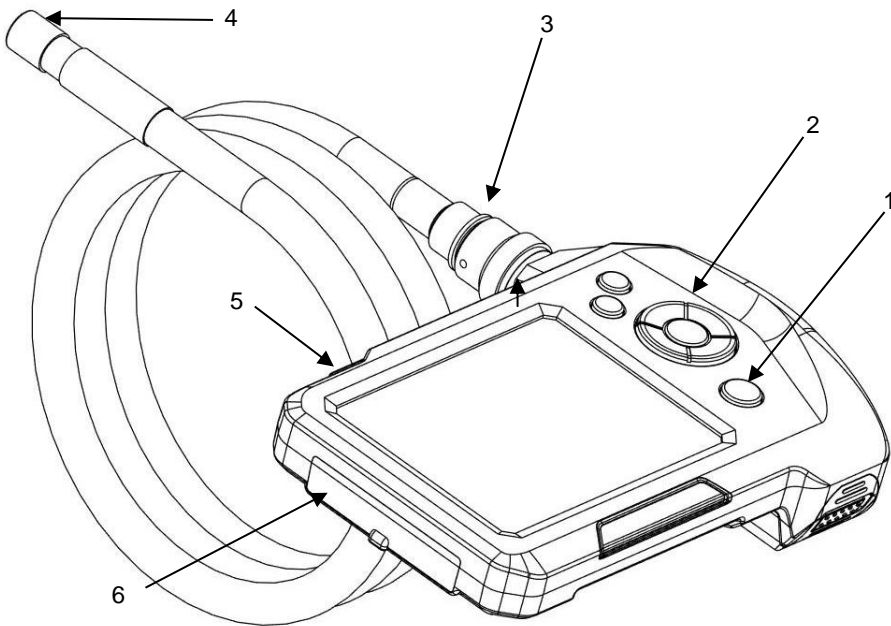

Abb. 1: Geräteteile, Seitenansicht
- Um das Videoendoskop aufzuladen, schließen Sie das im Lieferumfang enthaltene Netzteil über USB-Ladekabel an, vgl. auch Abb. 1, Teil 6. Verbinden Sie das Netzteil mit dem Stromnetz.
Stecken Sie die im Lieferumfang enthaltene Micro SD-Speicherkarte in den Kartenslot ein, vgl. auch Abb. 1, Teil 6.
- Schalten Sie die Zusatzbeleuchtung durch Druck auf die Zusatzbeleuchtungstaste ein und aus, vgl. Abb. 1, Teil 5.